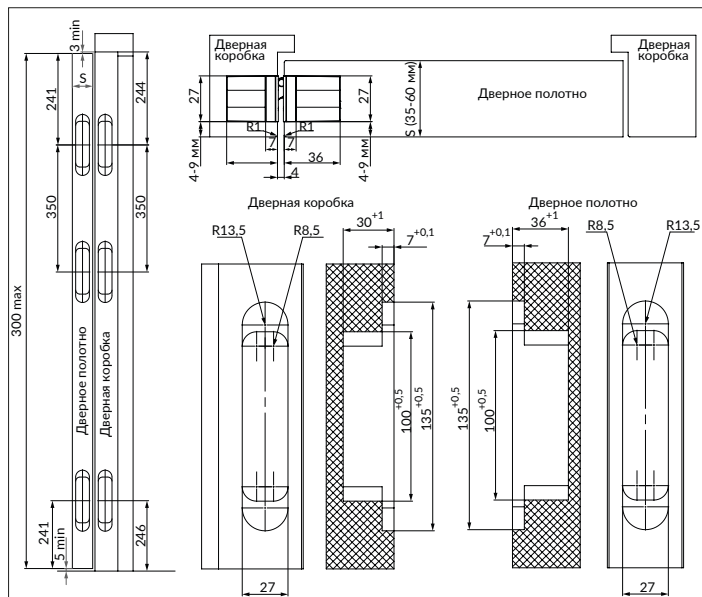

Рисунок 2 — Размеры пазов под петли.
- Определить количество устанавливаемых петель исходя из массы дверного полотна и наличия доводчика и/или дверного упора. Отфрезеровать установочные пазы под петли в дверном полотне и в дверной коробке (рис. 2).